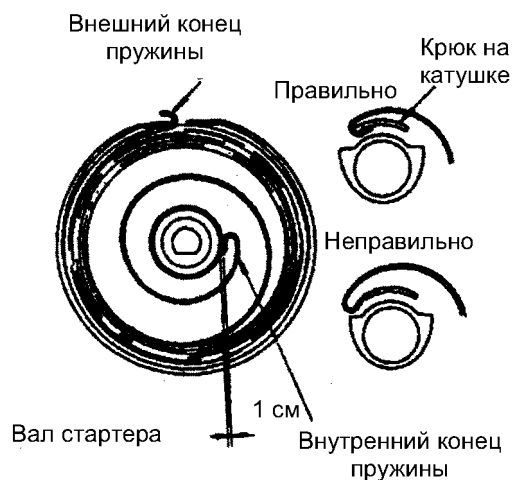

Рис. 10-22
3) Перед установкой катушки в корпус стартера намотать на нее шнур в направлении, показанном стрелкой на рис. 10-22, после двух с половиной витков проложить его через прорезь катушки. Ввести крюк катушки в зацепление с внутренним крюком пружины и установить катушку на ее место в корпус стартера (при установке еще раз убедиться в правильном зацеплении катушки с пружиной). Затем, удерживая шнур, как показано на рис. 10-22, повернуть катушку 4 раза в направлении, указанном стрелкой. Застопорив катушку и не давая ей вращаться обратно, натянуть за рукоятку остаток шнура. Придерживая за рукоятку, дать шнуру полностью свернуться на катушке.